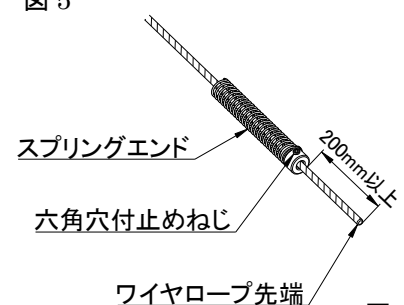

図6
- 2) ワイヤロープの先端から **200mm** 以上離してスプリングエンドを六角穴付止めねじで締め付けて固定する。(図6)